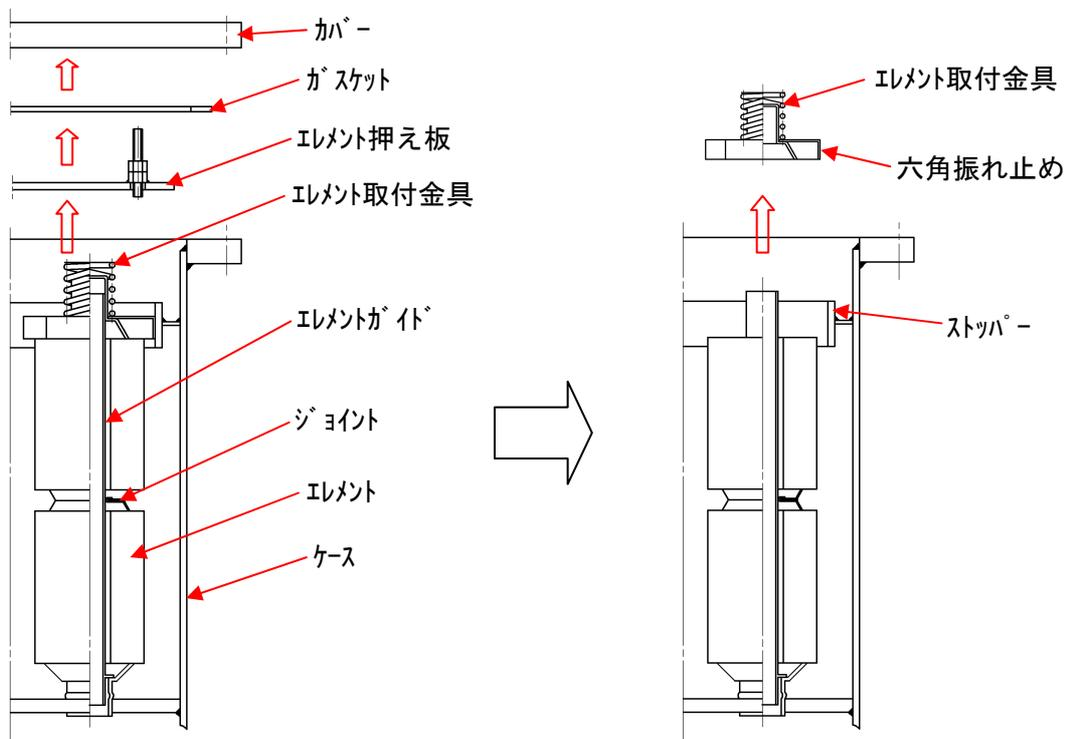
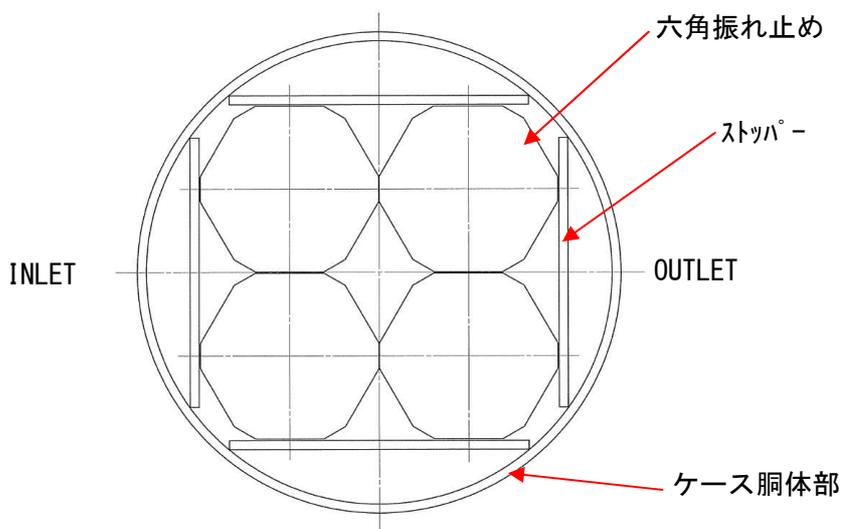

図4 カバーの取外し
図6 六角振れ止めの配置方法例（エレメント配置数4の場合）
【1】カバーの取外し（図4参照）
- ① 5. 【2】項 「エレメントの取外し」の逆の手順で組付けてください。
- ② エレメント取付金具をセットする際には、六角振れ止めをケースのストッパーの内側に図4及び図6のように配置してください。